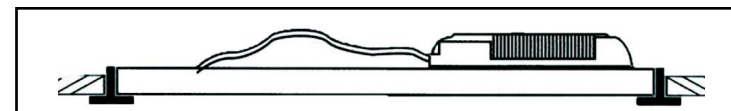
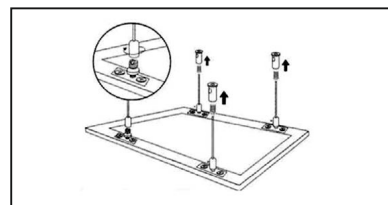
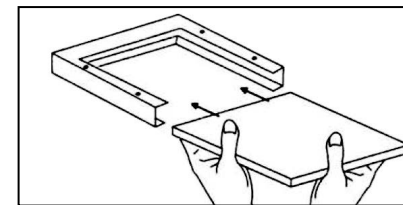

Рис. 3
Рис. 4
Рис. 5
- Конструкцией осветительного прибора предусматривается как подвесное (рис.4), так и стационарное крепление. Стационарное встраиваемое путём установки на T-профиль (рис.3) и стационарное накладное с помощью каркасной рамы (рис.5). **Внимание!** Подвесы (CP 10 Suspension set) и каркасная рама (CP 10 SMB 600x600) в комплект не входят и приобретаются отдельно.